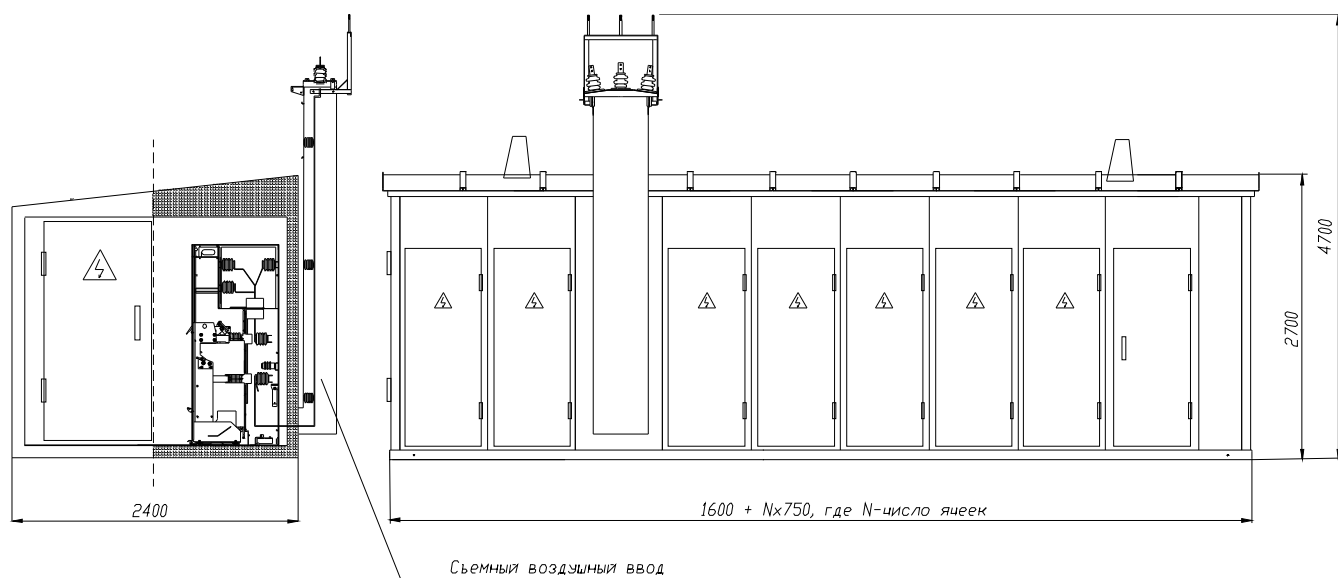

Рис. 1
- воздушный ввод является отдельной конструкцией, монтируемой к РУ (рис.1);